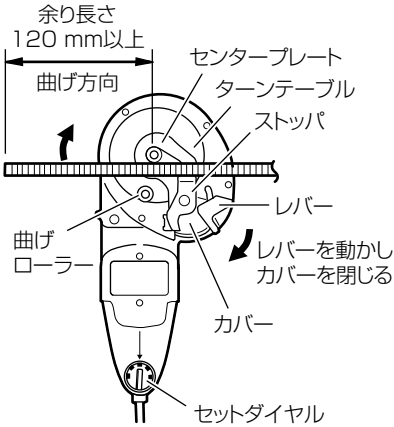
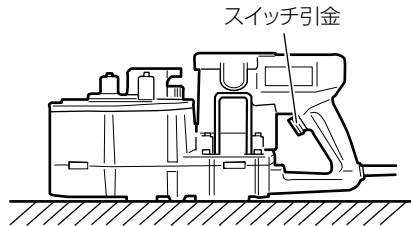

図 12
図 13
- 曲げる鉄筋の残り長さは、最低 120 mm 以上確保してください。短いと曲げ加工中に鉄筋がはずれたり、折れて飛散するおそれがあります。(図 12)
- (1) 本体を図 13 のようにターンテーブルを上にした姿勢にします。
- (2) カバーが閉じられていることを確認します。
- (3) セットダイヤルを希望の角度にセットします。
- (4) 鉄筋を図 12 のようにセンタープレートのストップに当てがい、正しくセットします。
- (5) スイッチ引金を引いて、鉄筋を曲げます。
- (6) モーターが逆回転して曲げローラーが戻り始めるまでスイッチ引金を引き続けてください。